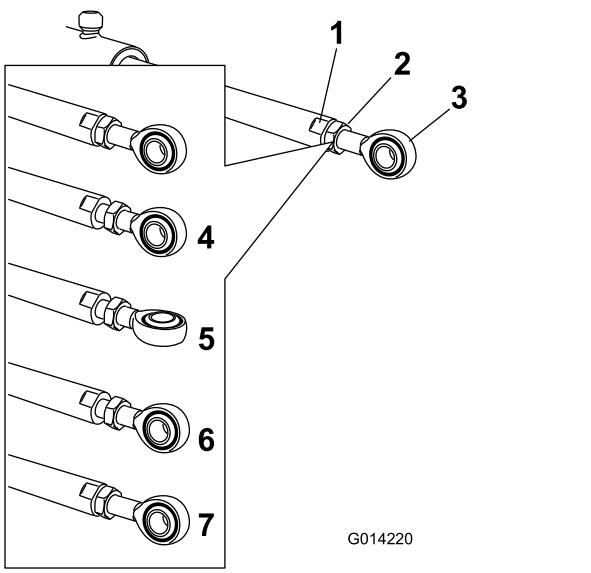

Figura 150
5. Agarre el émbolo del actuador con una llave inglesa en las zonas planas, luego afloje la contratuerca (Figura 150).
6. Gire la rótula en el émbolo del actuador para acortar o alargar el actuador extendido a la posición deseada (Figura 150).